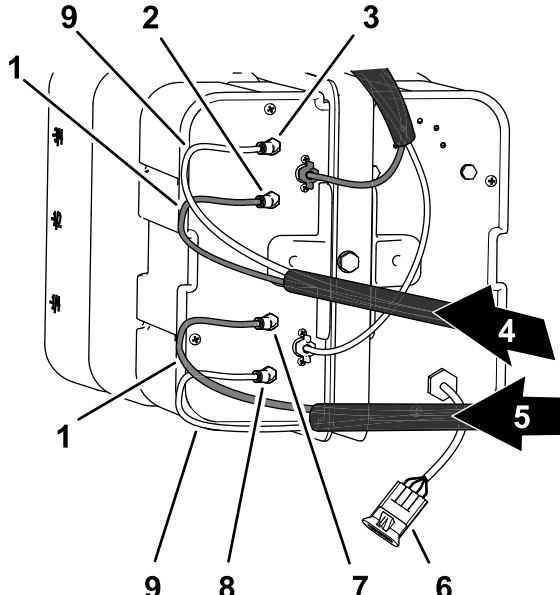

图 22
1. 如图 22 所示布置右喷洒臂的泡沫管。
2. 将透明管子插入压缩机侧板的空气接头 图 22。
3. 将蓝色管子插入压缩机侧板的液体接头 图 22。
4. 如图 22 所示布置左喷洒臂的泡沫管。
5. 将透明管子插入压缩机侧板的空气接头 图 22。
6. 将蓝色管子插入压缩机侧板的液体接头 图 22。